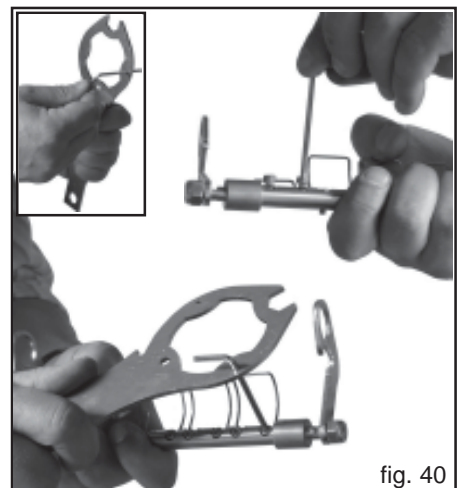

fig. 40
- 5) Mit dem Universalschluessel und einem zusaetzlichen Sechskantschluessel (nr. 3) wie im Bild gezeigt die Halteschrauben loesen, ein vollstaendiges Abschrauben ist nicht erforderlich. (Fig. 40).